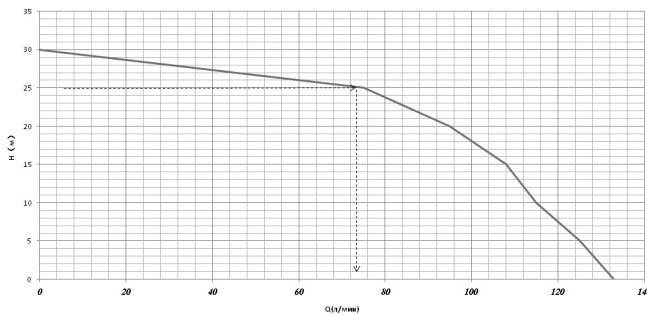

Рис. 14 График зависимости производительности Q мотопомпы от высоты подъема (H)
- График зависимости производительности мотопомпы от высоты подъема  $H_3$  (Рис. 14).
4. На графике зависимости высоты подъема от производительности мотопомпы (Рис.14) находим величину расхода, она составляет примерно 72 л/мин или 4,3 м3/час.